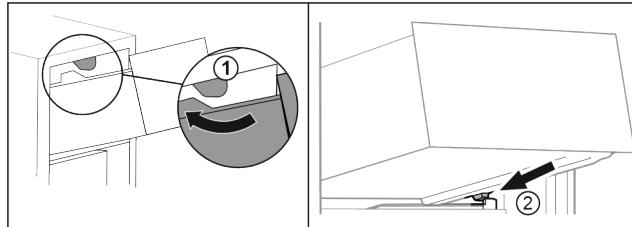

Fig. 14
- Umetnите ladicu oko gornjih zaustavljača. Fig. 14 (1)
- Stavite ladicu ukoso iza donjih zaustavljača na žlijeb spremnika. Fig. 14 (2)